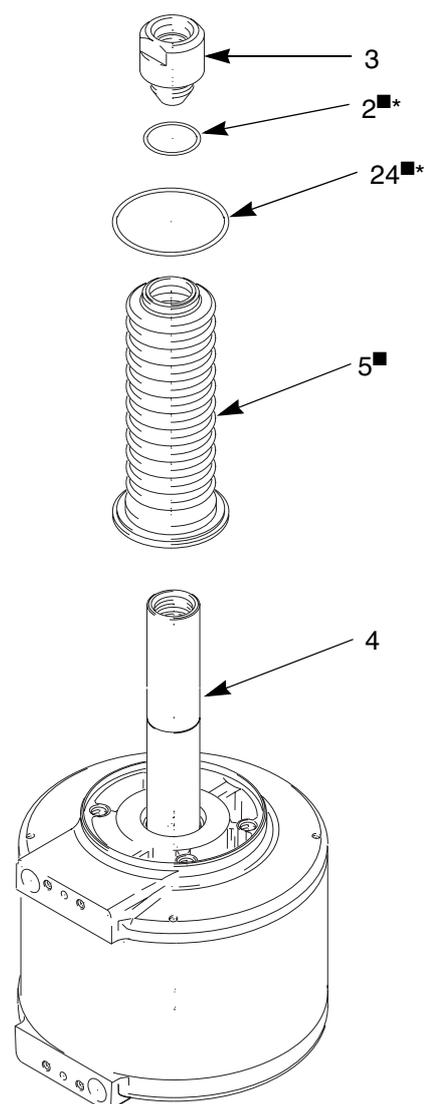

Fig. 10
2. Saque los tornillos (10) para desmontar el alojamiento (6) del motor neumático. Tenga cuidado de no aflojar las arandelas de seguridad correspondientes (11).
3. Tire del conector roscado (3) para comprobar que el eje del pistón (4) está en posición completamente extendida.
4. Afloje y desmonte el conector roscado (3).
5. Retire el fuelle (5[■]) y las juntas tóricas (24[■], 2[■]) (FIG. 10).
Consulte la FIG. 10.